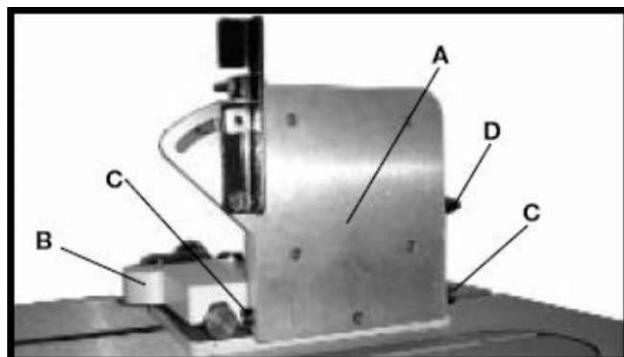

Рисунок 2
1. Прикрепите вертикальный упор заготовки (A), Рис. 2, к основанию шипорезного устройства (B) двумя ступенчатыми болтами (C), наденьте плоскую шайбу M6,4 на ручку (D) и прикрутите ее к основанию шипорезного устройства (B).